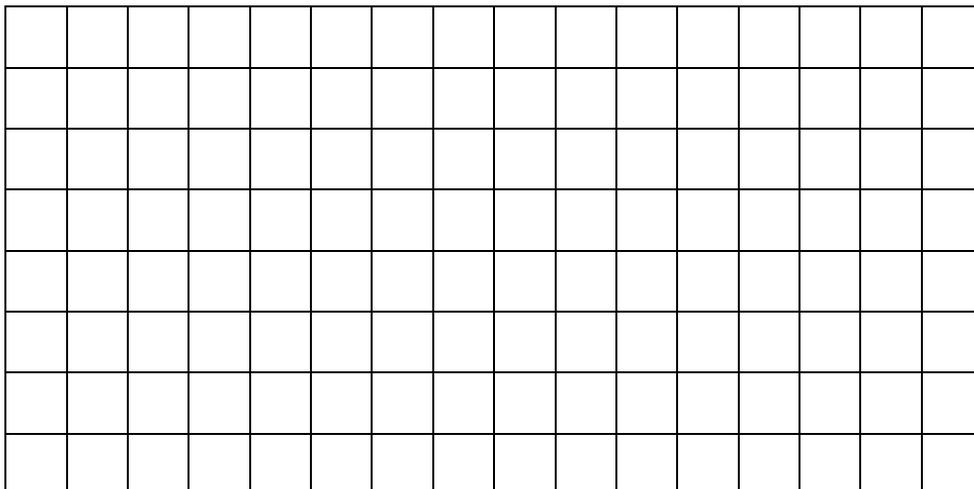

Figura 3.12. Oscilograma del punto 3.
- Sustituya el capacitor de $22\ \mu\text{F}$ por otro de $220\ \mu\text{F}$ a 50V . Con el osciloscopio observe la forma de onda del voltaje en el resistor y dibuje el oscilograma (figura 3.12).